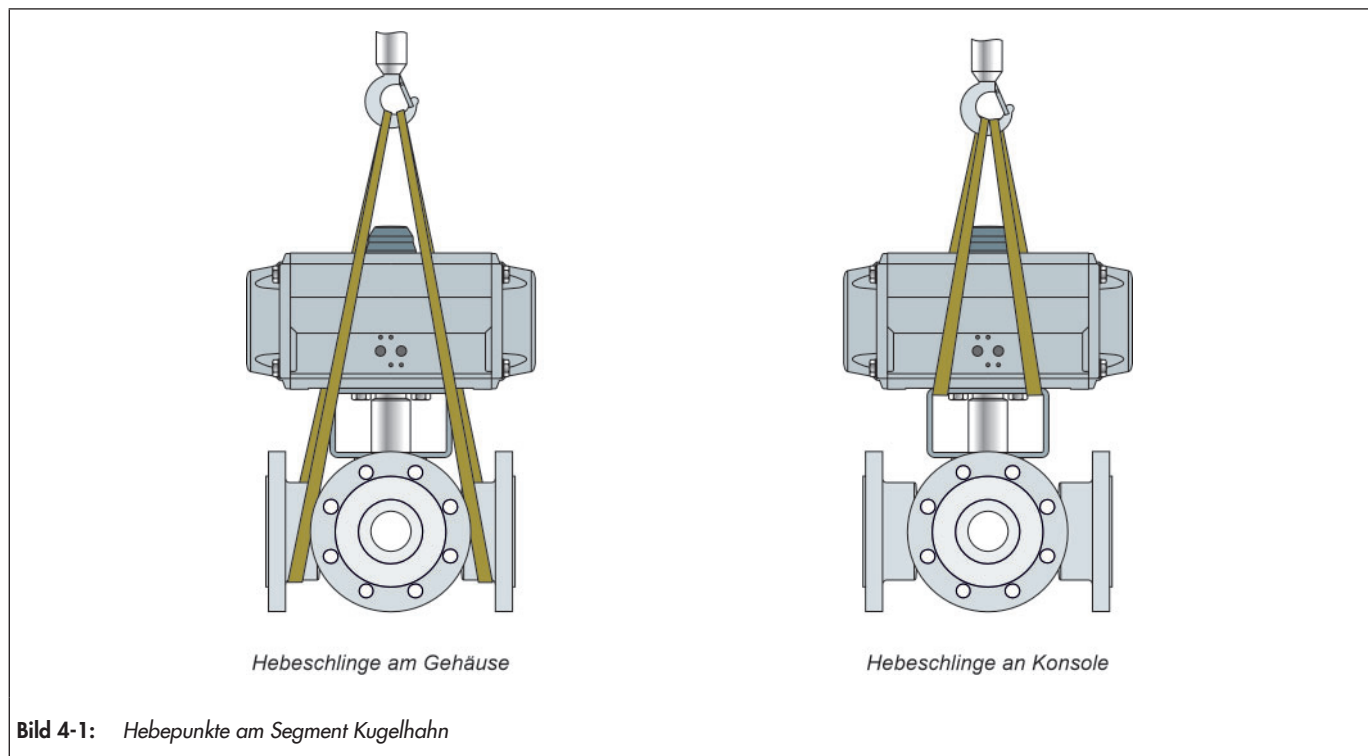

Bild 4-1: Hebepunkte am Segment Kugelhahn
- ⇒ Als Tragmittel einen Haken mit Sicherheitsverschluss verwenden, damit die Anschlagmittel beim Heben und Transportieren nicht vom Haken rutschen können, vgl. Bild 4-1.
- ⇒ Je eine Hebeschlinge an den Flanschen des Gehäuses und am Tragmittel (z. B. Haken) des Krans oder Gabelstaplers anschlagen, vgl. Bild 4-1. Dabei die Sicherheit, Tragfähigkeit und Länge der Hebeschlingen beachten
- ⇒ Je eine Hebeschlinge an der Konsole und am Tragmittel (z. B. Haken) des Krans oder Gabelstaplers anschlagen, vgl. Bild 4-1. Dabei die Sicherheit, Tragfähigkeit und Länge der Hebeschlingen beachten.